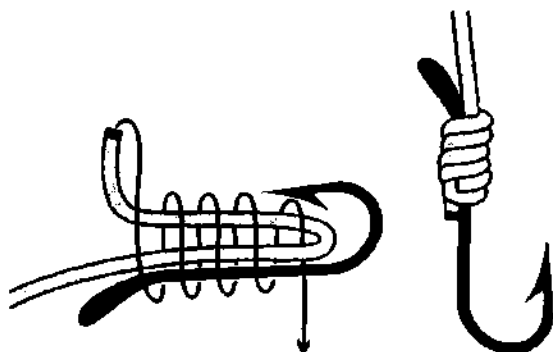

Рис. 746. *Удавка.*
**Лососевый узел** – один из самых надёжных старинных рыбачьих узлов (рис. 736). Этим узлом можно привязывать крючок и с ушком и с лопаткой (рис. 746). **Лососевый узел** – это *спиннинговый узел*, завязанный не на ушке, а на цевье крючка. С помощью *лососевого узла* можно привязывать и большие и маленькие крючки. **Лососевым узлом** удобно привязывать и мормышки, так как узел очень быстро вяжется, и на морозе руки не успевают замёрзнуть. Вокруг цевья крючка кладётся от 4 до 6 шлагов.
*Удавку* можно вязать на крючках с лопаткой и с ушком (рис. 746). Если этот узел завязать на крючке с ушком на цевье – узел называется *лососевый узел*, а если на основной леске – *спиннинговый узел*. У рыбаков это самый распространённый способ завязывания крючков с лопаткой. Узел просто и быстро вяжется и безотказно держит. Вокруг цевья кладётся от 4 до 10 шлагов. Узел пригоден как для монофильных, так и для плетёных лесок.